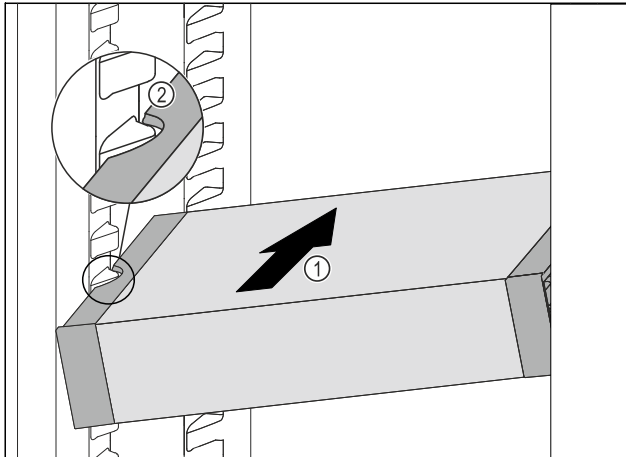

Fig. 175
- VarioSafe schräg in das Kühlteil einschieben Fig. 175 (1), bis sich die seitlichen Aussparungen Fig. 175 (2) des VarioSafes auf Höhe der Behälterrippe im Kühlteil befinden.